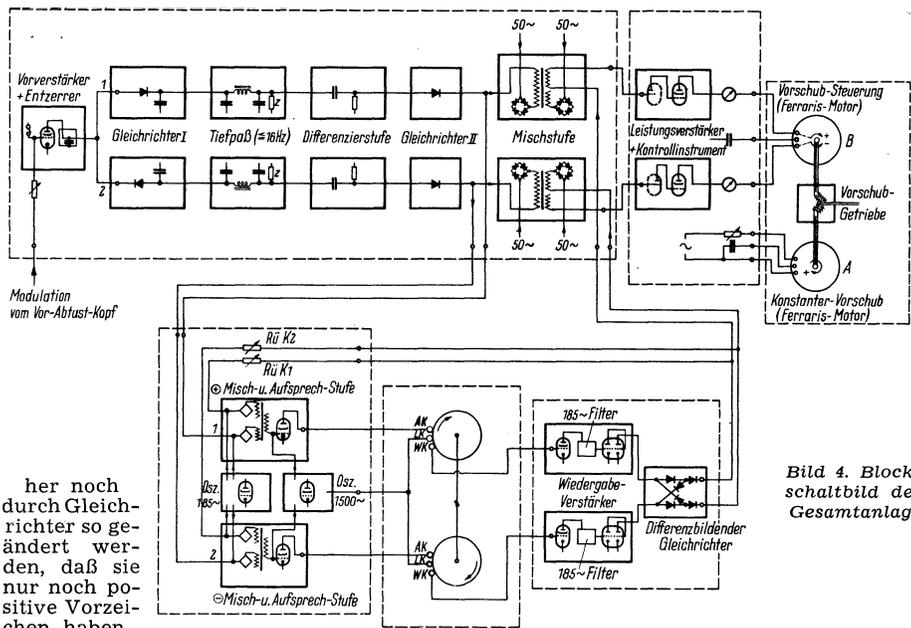
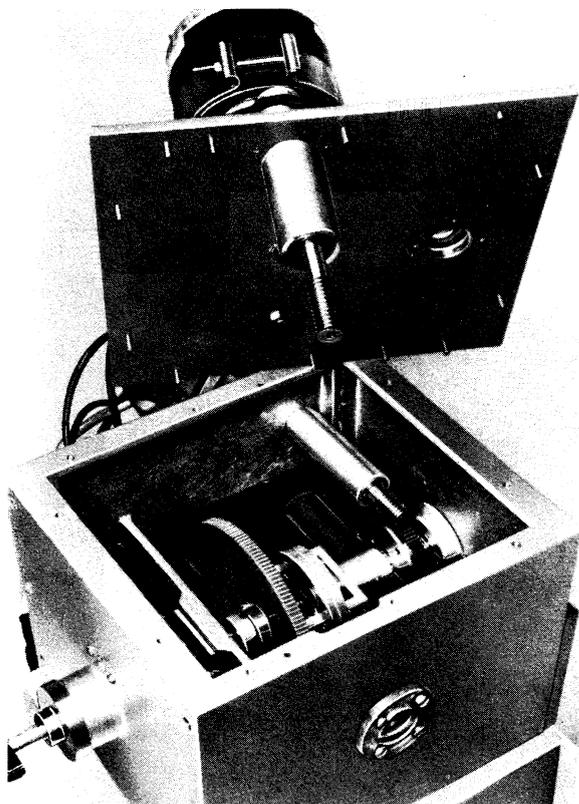

Bild 4. Blockschaltbild der Gesamtanlage
Bild 7. Differentialgetriebe (Vorschubgetriebe)
Bild 4 erläutert die Gesamtanlage. Rechts sind zwei Motoren A und B angedeutet. Motor A bewegt die Schneiddose mit gleichbleibender Geschwindigkeit zum Plattenmittelpunkt; er bewirkt den Nullrillenvorschub. Dieser konstanten Drehung des Motors überlagert sich über ein Differentialgetriebe (Bild 7) die Drehung des Motors B, dessen Steuerung durch den Leistungsverstärker vorgenommen wird. Dieser Motor ist in Ruhe, solange sich die abgetastete Lautstärke nicht ändert; wird sie größer, so wird der Schneidvorschub vergrößert — und umgekehrt. Vorgelege passen den Vorschub an die gewünschte Umdrehungszahl der fertigen Platte an (78, 45, 33¹/₃ U/min).
Wie Bild 4 außerdem erkennen läßt, werden die differenzierten und gleichgerichteten Impulse von beiden Kanälen zum Speicher abgezweigt und hier nach Modulation mit einer gut aufzuzeichnenden Frequenz zur Magnetisierung zweier kreisförmiger Magnetfolien be-
gewonnen und additiv mit der Vormagnetisierungsfrequenz (1500 Hz) gemischt. Die entstandene Wechsellspannung wird den beiden Aufsprechköpfen (AK in Bild 4) zugeführt.
B) Speichermechanik: Wir erwähnten, daß die positive Verlagerung der Rille bei jeder Umdrehung etwas früher und die negative etwas später beginnen muß, anderenfalls laufen die Rillen in den Verlagerungsflanken ineinander. Man erreicht dies durch eine Beschleunigung der Rotationsgeschwindigkeit der mit den positiven Verlagerungsimpulsen beschriebenen Folie gegenüber der anderen. Im Mittel ist die Laufzeit der Folie zwischen den jeweiligen Aufsprech- und Wiedergabeköpfen (AK und WK in Bild 4) gleich der Umlaufzeit der zu schneidenden Schallplatte. Hiervon unterscheiden sich die Laufzeiten beider Magnetfolien um + 5 % bzw. - 5 %. Das heißt aber nichts anderes, als daß eine Verlagerungsstrecke sich nach höchstens zehn Umdrehungen bis auf einen Umfang verlängert und dann mit ihrer ansteigenden Flanke auf die abfallende stößt.